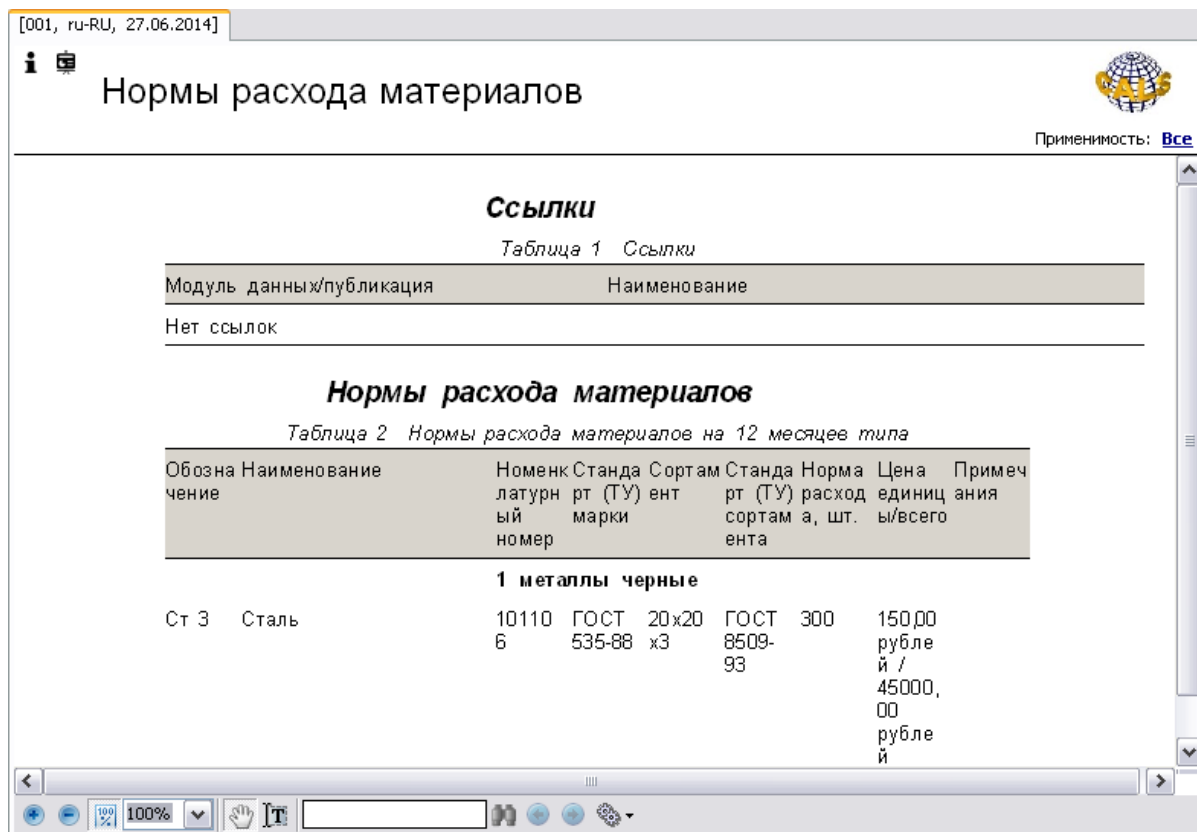

Рис. 11.10
5. В левом окне на вкладке **Структура** найдите название модуля данных и щелкните по нему левой кнопкой мыши. Справа появится окно просмотра с документом (Рис. 11.10).